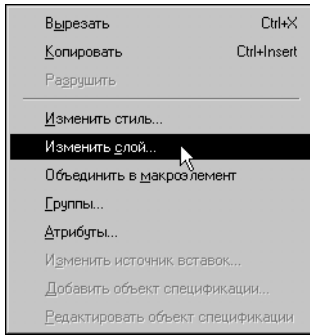

Рис. 61.23. Контекстное меню размеров
8. Чтобы перенести размеры на слой № 1, выделите их и вызовите из контекстного меню команду **Изменить слой** (рис. 61.23).